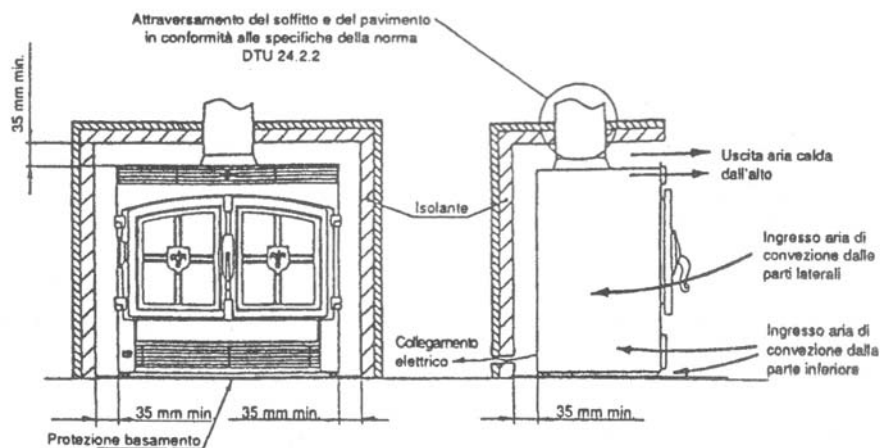

Fig. 7
- . Il rispetto dei valori di incastro, in modo tale che il riscaldamento massimo delle pareti del camino sia pari a 70 k (k°: gradi Celsius superiori alla temperatura ambiente) e l'impianto non venga danneggiato (v. fig. 7).